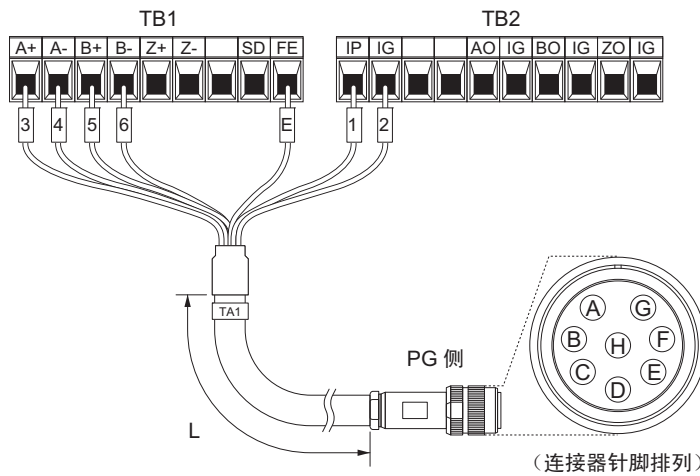

图 8.11 专用 PG 电缆的接线示例
5. 连接选购卡的端子排与 PG。详情请参照图 8.8 和图 8.11。关于端子的详细内容，请参照“端子的功能”（343 页）。
关于与本公司推荐的 PG（LMA-□□B-S185Y，补码输出）接线时使用的专用 PG 电缆的规格及接线示例，请参照图 8.11。